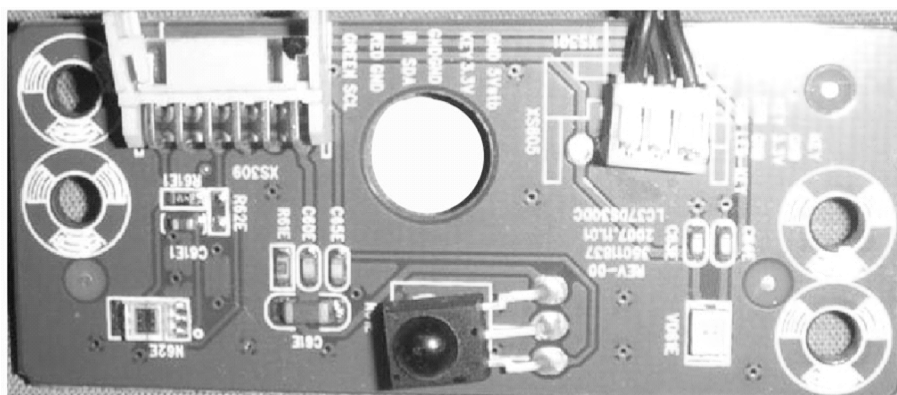

图 4-15 遥控接收板
6) 遥控接收板用来完成工作状态的指示及遥控编码信号的接收。图 4-15 所示为康佳 LC47DS30C 型液晶电视所用的遥控接收板实物图。